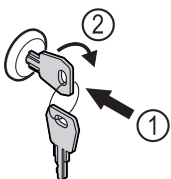

Fig. 176
- ▶ Sleutel erin duwen Fig. 176 (1).
- ▶ Sleutel 90° rechtsom draaien Fig. 176 (2).